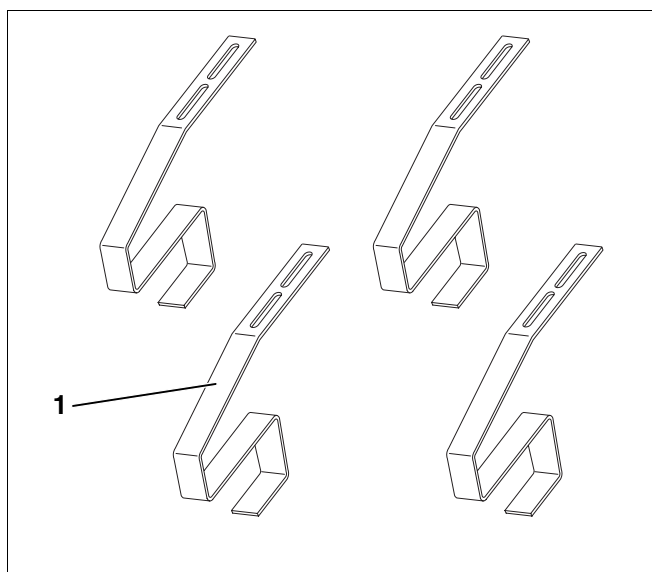

Fig. 6 Conjunto de montagem - Suplemento de ganchos de fixação para telhado – Acessório
**4.2.5 Conjunto de montagem - Suplemento de ganchos de fixação para telhado (para telhas cerâmicas; acessório; por colector) – Fig. 6**